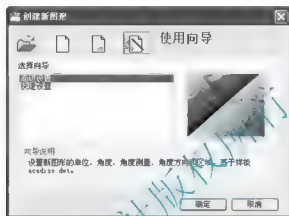

图 2.6 【创建新图形】对话框
启动 AutoCAD 2010,在命令行输入“Startup”后按 Enter 键,在输入 STARTUP 的新值 <0>:提示下输入“1”,这样就将系统变量 Startup 由 0 修改为 1。再次启动 AutoCAD 2010 则会显示【启动】对话框;单击【标准】工具栏上的【新建】图标,打开如图 2.6 所示的【创建新图形】对话框。
- AutoCAD 2010 的【启动】对话框(如图 2.1 所示)和【创建新图形】对话框(如图 2.6 所示)在外观上基本相似,但在【创建新图形】对话框中不能打开图形,而利用【启动】对话框则可以在 AutoCAD 2010 启动时打开图形文件。